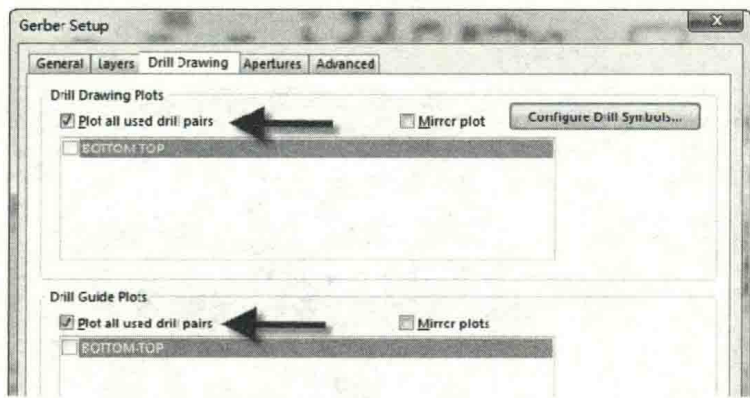

图 10-39 Drill Drawing 设置
(3) Drill Drawing Plots 和 Drill Guide Plots: 对两处 “Plot all used drill pairs” 进行勾选，表示对用到的钻孔类型都进行输出，如图 10-39 所示。